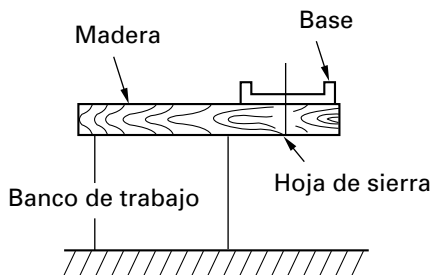

Fig. 12
7. Prepare un banco de trabajo de madera (Fig. 12).